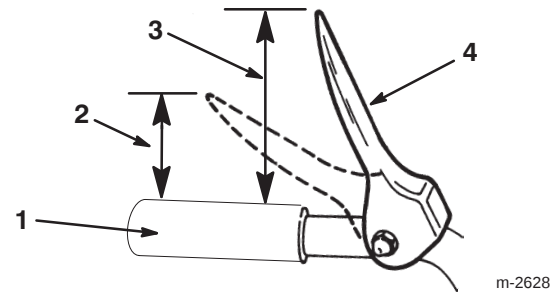

Bild 13
5. Überprüfen Sie den Abstand zwischen der Oberkante des Handgriffs und der Unterkante des Betätigungshebels für Schnecke/Gebläserad. Der Abstand sollte circa 10 cm betragen (Bild 13).
Hinweis: Die zum Drücken des Hebels aufzuwendende Kraft erhöht sich merklich, wenn der Antriebsriemen für Schnecke/Gebläserad vollkommen gespannt ist (ca. die Hälfte des Hebelweges). Die Einstellung ist korrekt, wenn die Kraft *zunimmt* und der Abstand zwischen der Oberkante des Handgriffs und der Unterkante des Betätigungshebels für Schnecke/Gebläserad 5 cm beträgt (Bild 13).